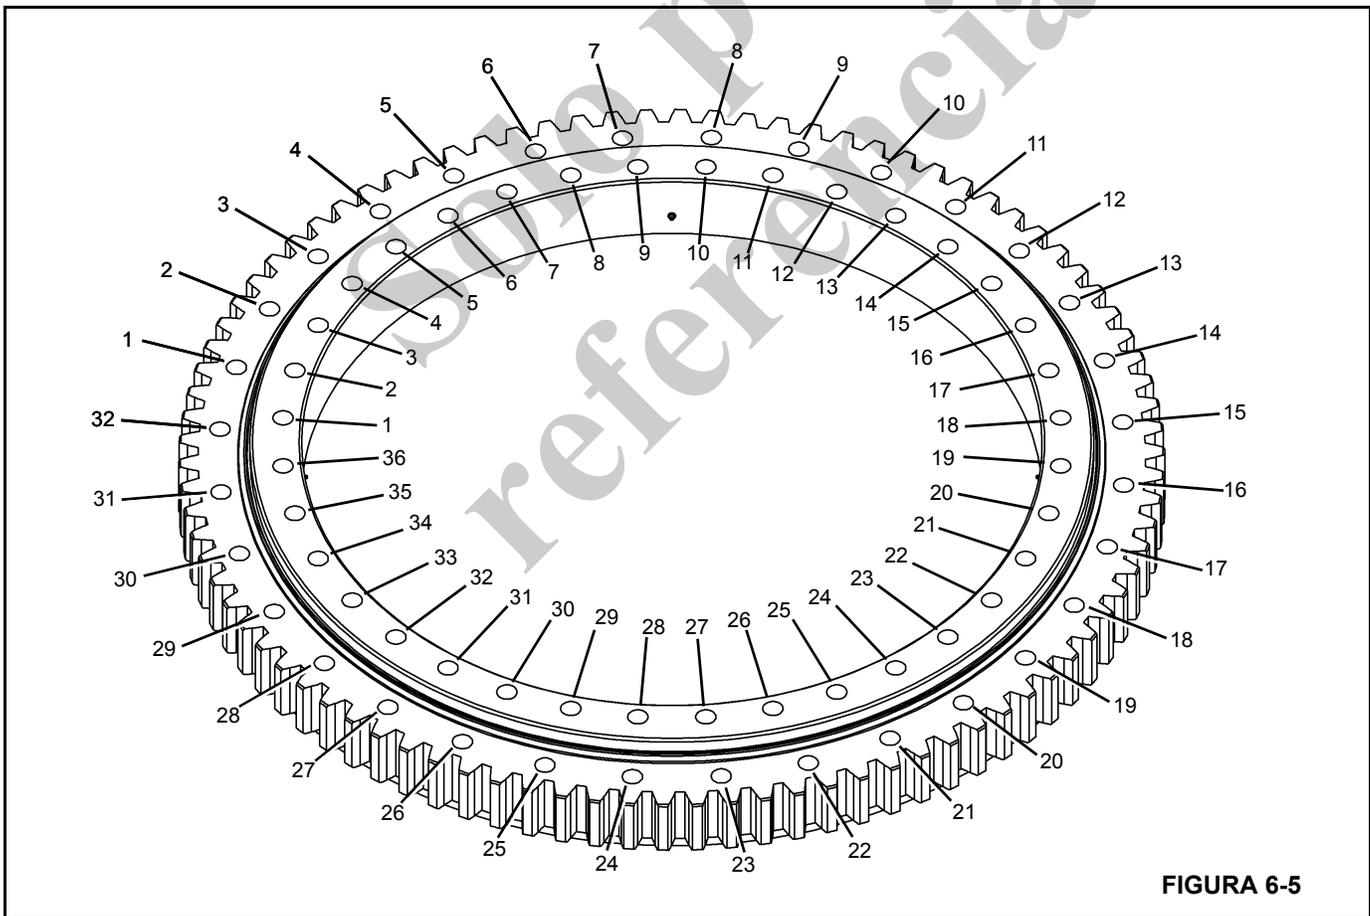

FIGURA 6-5
La pista interior del cojinete se fija a la torreta por medio de 36 pernos grado 8 de 7/8 pulg (Figura 6-5). La pista exterior del cojinete se fija al chasis del vehículo por medio de 32 pernos grado 8 de 3/4 pulg (Figura 6-5).
2. Apriete los ocho pernos (Figura 6-5) a un valor de 453 lb-pie (614 Nm) usando la secuencia siguiente: 1, 19, 10, 28, 6, 23, 15 y 33. Las herramientas utilizadas son el casquillo, llave multiplicadora, adaptador de juego entre dientes, las extensiones que sean necesarias y una llave torsiométrica.
Apriete los ocho pernos (Figura 6-5) a un valor de 453 lb-pie (614 Nm) usando la secuencia siguiente: 1, 17, 9, 25, 4, 20, 12 y 28. Las herramientas utilizadas son el casquillo, llave multiplicadora, adaptador de juego entre dientes, las extensiones que sean necesarias y una llave torsiométrica.